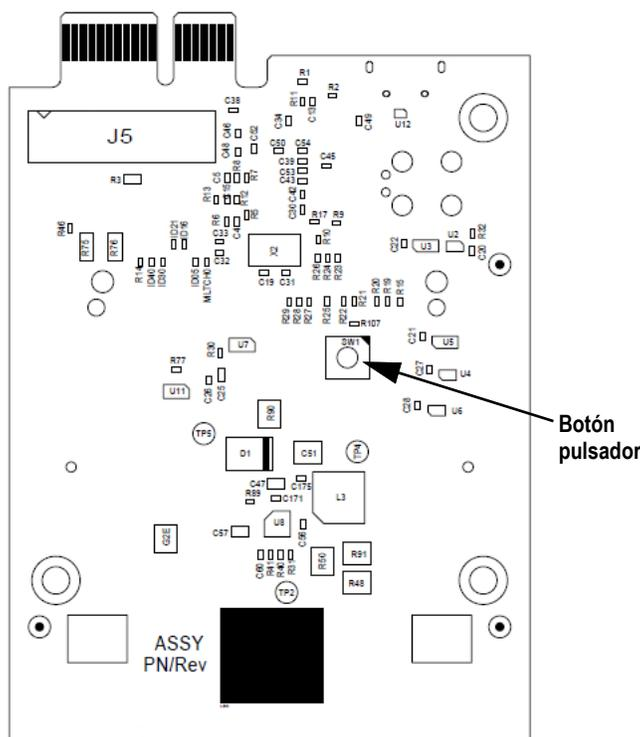

Figura 10-4. Ubicación del botón pulsador en la tarjeta host Anybus (n.º de ref. 164756)
6. Mientras mantiene presionado el botón pulsador de la tarjeta, conecte el extremo del micro USB al conector J4 (consulte la Figura 10-4). La PC detecta un dispositivo USB extraíble llamado *CRP DISABLD*.